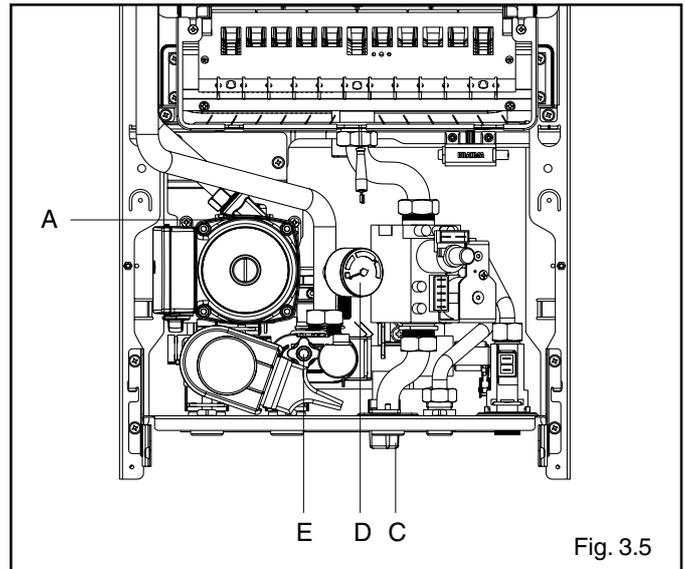

Fig. 3.5
- abrir el tapón del purgador automático (A) - fig. 3.5 - 2 vueltas
- abrir la llave de llenado del circuito (C) hasta que la presión indicada en el hidrómetro (D) se posiciona entre 1 y 1,5 bar (fig. 3.5).
- aflojar la válvula de vaciado de la caldera (E) - fig. 3.5